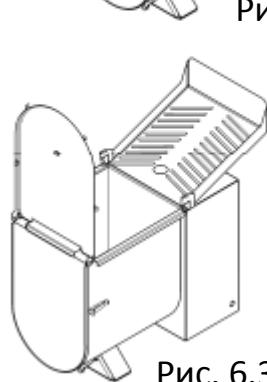

Рис. 6.3.8
- Теперь чашу можно легко вымыть, не беспокоясь о наличии труднодоступных мест (рис. 6.3.8).